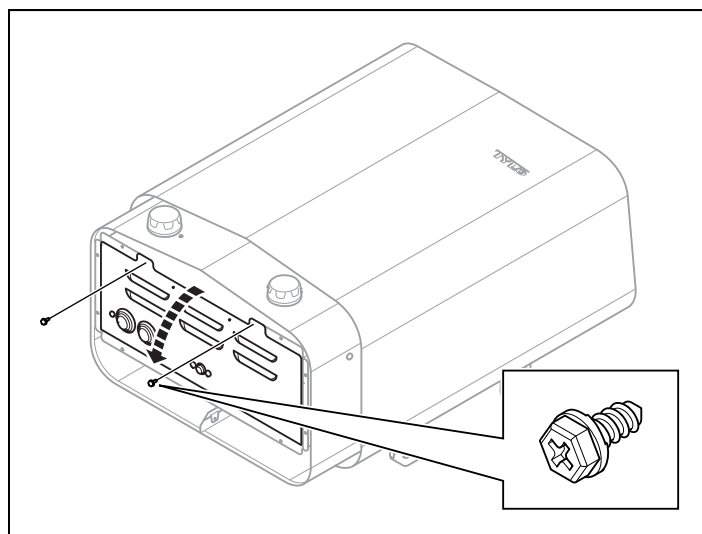

Fig 5: Ouverture/fermeture du volet
2. Desserrer les vis et ouvrir le volet (voir Fig 5, page 14).
4. Fermer le volet et serrer les vis (voir Fig 5, page 14).